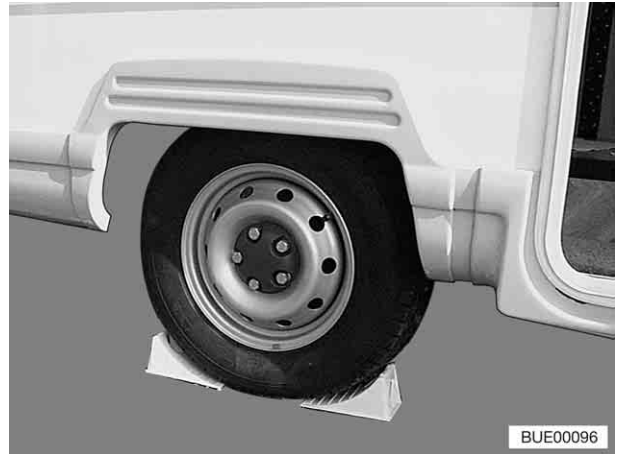

Fig. 196 Bloquer le véhicule
- Placer des sabots de freins ou autres objets similaires pour bloquer le véhicule (Fig. 196).